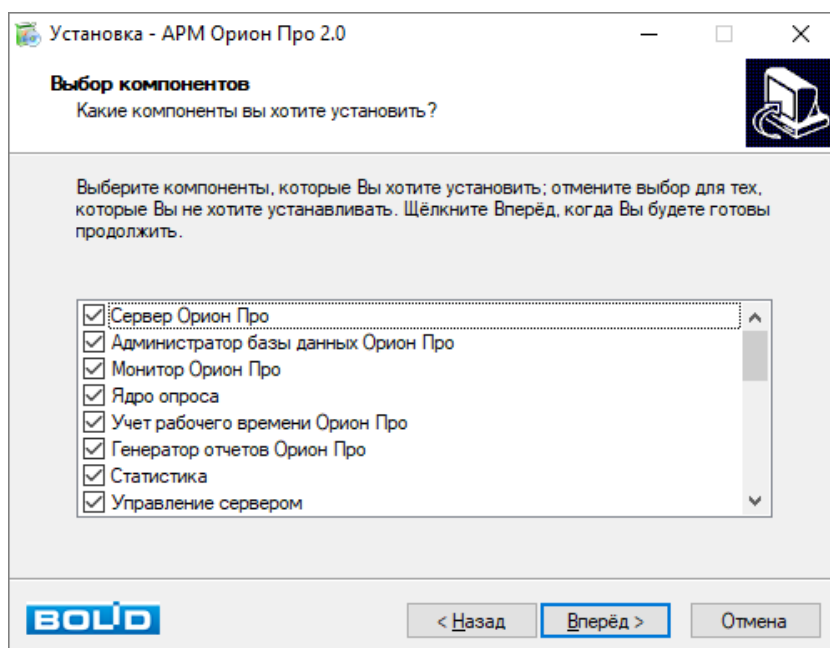

Рисунок 2-39 Выбор компонентов для установки
- 11) Если в шаге 9 (выбор типа установки) был выбран тип установки «По умолчанию», сразу переходите к шагу 12 (отображение сводной информации). Если в шаге 9 был выбран тип установки «Ручная установка», то на новой странице Мастера установки ПО появится выбор компонентов для установки (см. Рисунок 2-39). Доступные для выбора компоненты приведены в таблице ниже (Таблица 2-3). Выберите необходимые компоненты (установкой или снятием флагов слева от наименований компонентов) и нажмите кнопку «Вперед» для продолжения работы с Мастером установки ПО;